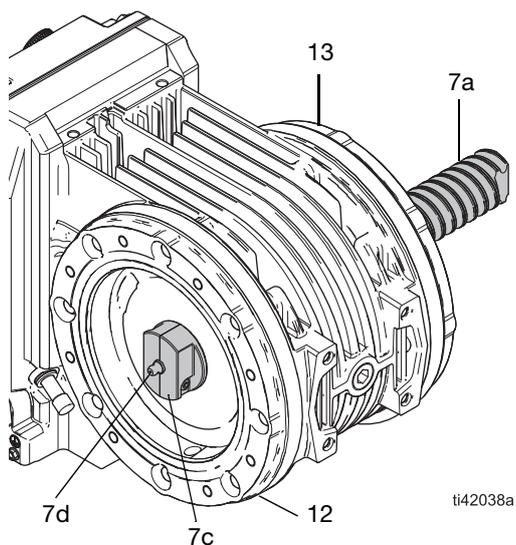

图 23：转子润滑工具
4. 将转子润滑工具旋转到转子 (7) 的中心，直到轴 (7a) 完全从负载侧定子盖 (13) 中伸出。参考图 23。